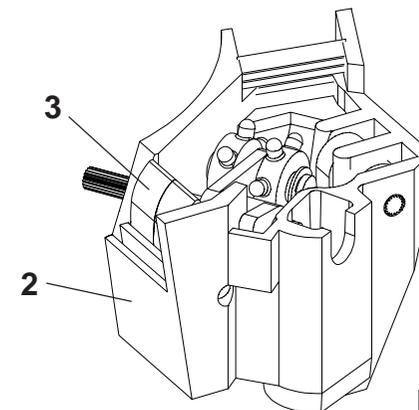

FIGURA 127
- Em seguida, observe o funcionamento da caixa dosadora de semente (2), verificando a pressão da mola dos gatilhos (3), assegurando assim a máxima precisão na distribuição da semente, **conforme mostra a figura 127.**